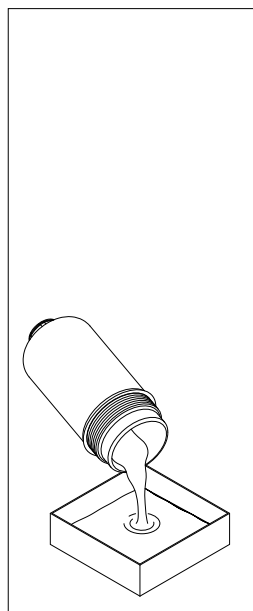

fig. 17
- (Fig. 17) Svuotare il fluido di lavoro dal contenitore al recipiente di raccolta